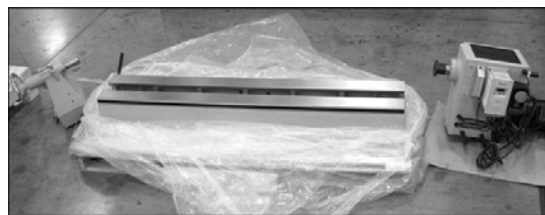

Рис. 4
3. Сдвиньте переднюю бабку, заднюю бабку и основание подручника (рисунок 4).